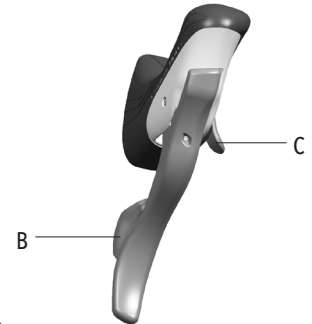

図14
- ・ 右側エルゴパワーのレバーB (図14) はリア・ディレイラーを動作させ、チェーンをスプロケットのロー側に移動させます。
- ・ 右側エルゴパワーのレバーC (図14) はリア・ディレイラーを動作させ、チェーンをスプロケットのトップ側に移動させます。
- ・ 右側エルゴパワーのレバーB、またはレバーC (図14) は長押しすると、リア・ディレイラーを1枚以上多段変速させることができます。